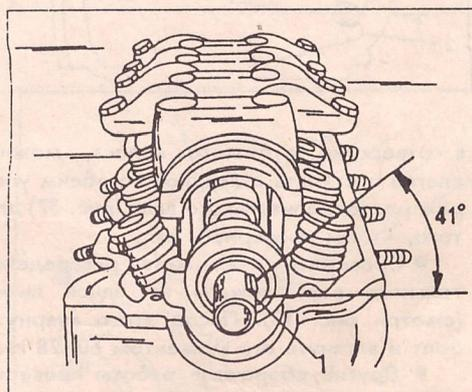

Рис. 35.
- Собранные оси с коромыслами поставить на головку цилиндров. Распределительный вал при этом должен стоять так, чтобы его шпонка смотрела как показано на рис. 35.